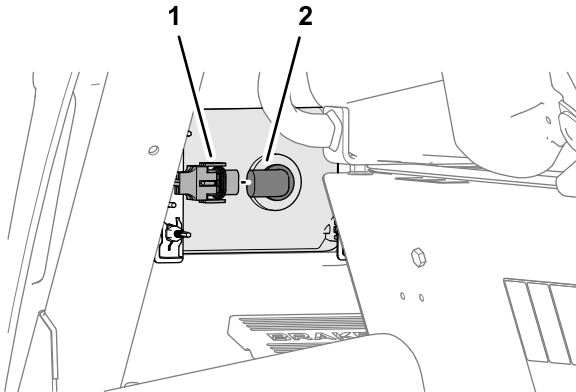

Figure 21
1. Débranchez le connecteur de phare sur le faisceau de la machine du connecteur de l'ampoule du phare (Figure 21).